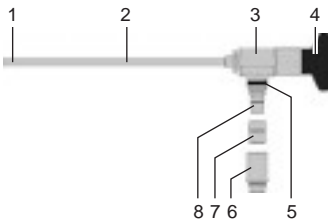

Abb. 1 Aufbau
- ➔ Lichtleiteranschluss demontieren (siehe Abb. 1).